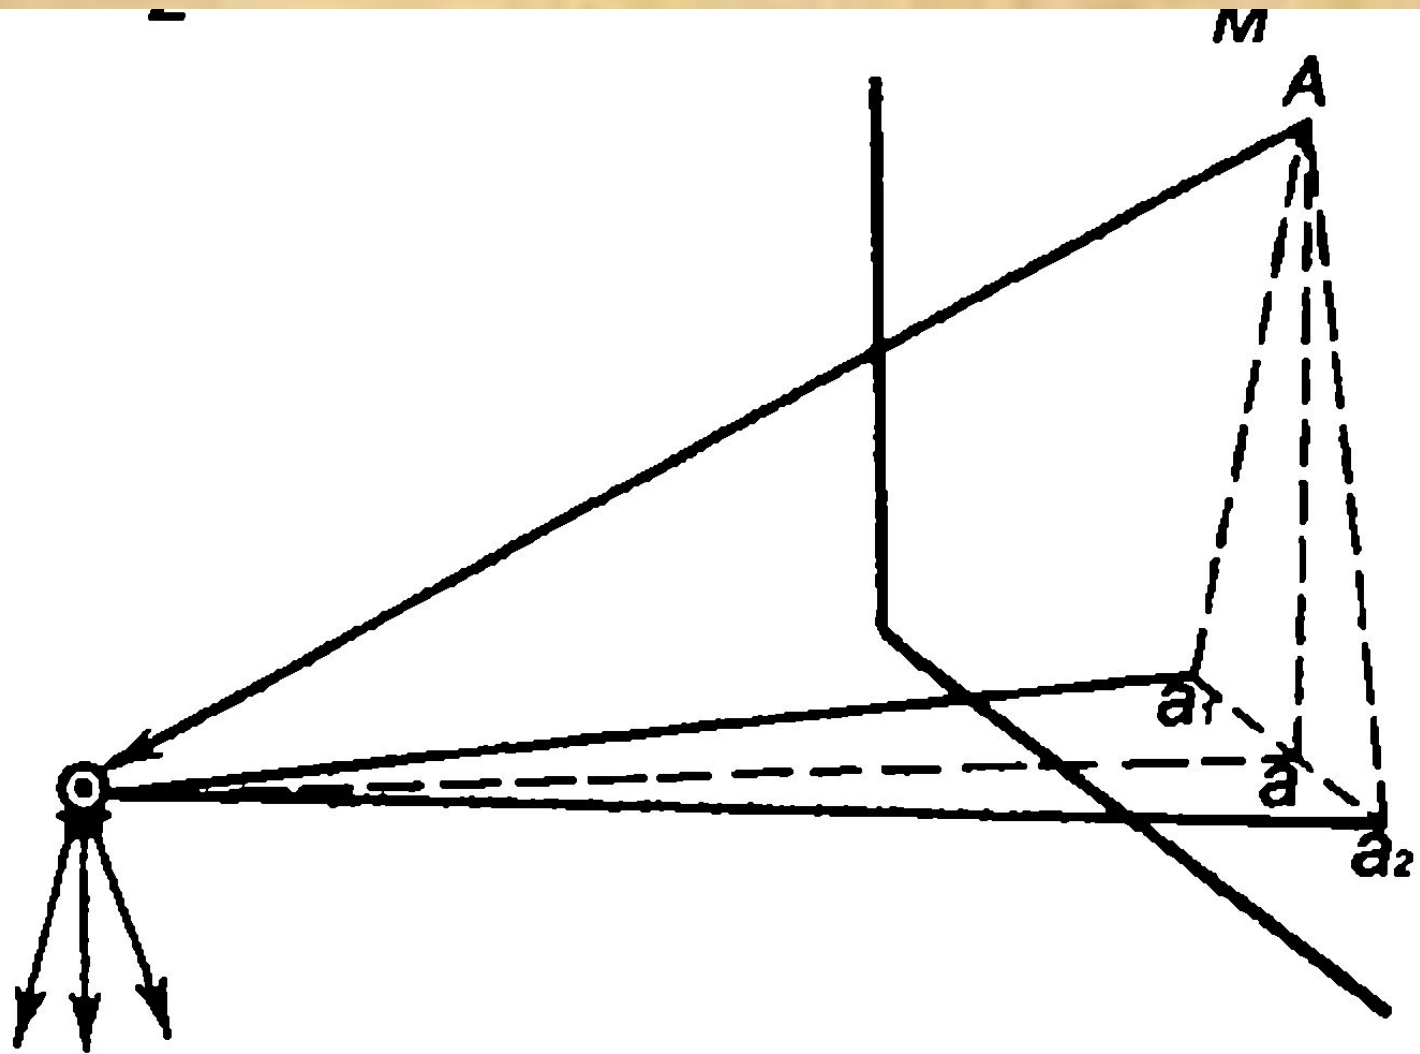

Рисунок 4 – Проверка равенства
5. Поверка места нуля вертикального круга (рисунок 4,б);.